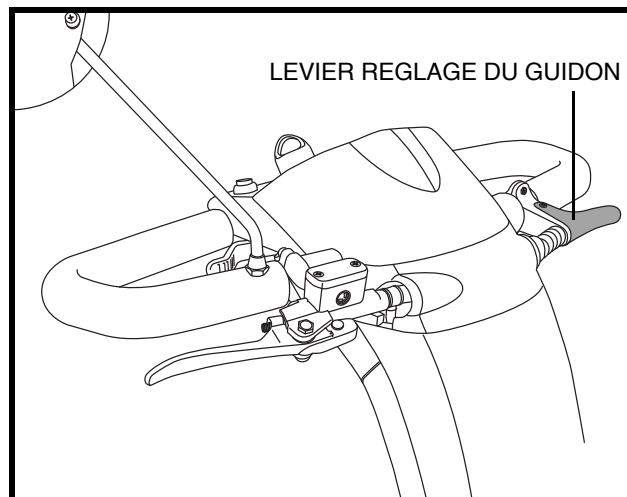

Figure 15. Réglages Console/Guidon
1. Comprimez le levier de réglage. **Voir la figure 15.**